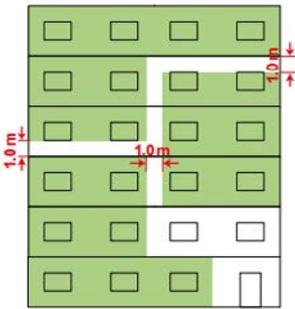

Abb. 9
- Vertikalbegrünungen, welche sich über maximal drei Geschosse erstrecken und >1 m Distanz zur nächsten Begrünung haben (Abb. 9–11).